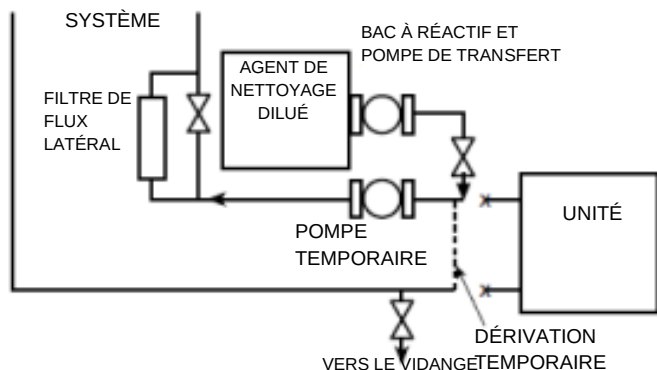

Figure 24 — Processus de nettoyage à l'aide d'un filtre à flux latéral
- c. Un filtre à flux latéral est recommandé (voir la figure 24) pendant le processus de nettoyage. Le débit côté filtre doit être suffisant pour filtrer tout le volume d'eau toutes les 3 à 4 heures. Changez les filtres aussi souvent que nécessaire pendant le processus de nettoyage.